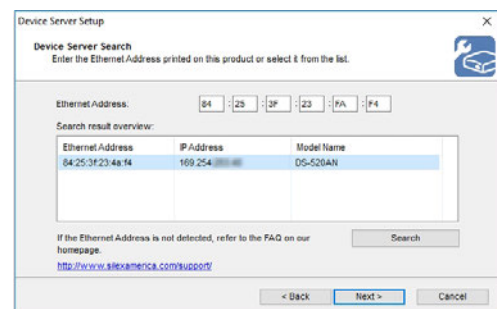

Abb. 20 – Das Gerät aus der Liste wählen
- ! **Selbst wenn nur 1 Gerät aufgelistet ist, wählen Sie dieses Gerät aus der Liste, um es ordnungsgemäß zu markieren (↗ Abb. 20 – oben). Ansonsten könnte der nächste Konfigurationsschritt fehlschlagen.**